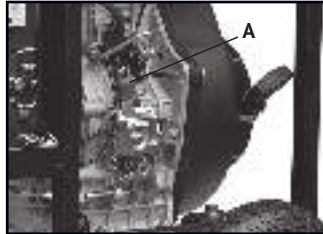

Рис. 7
- Установить аварийный выключатель двигателя (рис.7, А) в положение ПУСК.